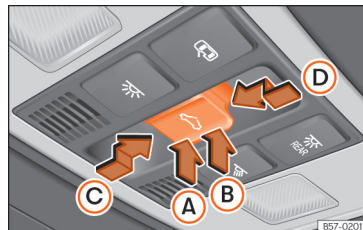

Fig. 63 No revestimento interior do teto: botão do teto de vidro.
O botão ⇄ Fig. 63 tem dois níveis. No primeiro nível pode colocar-se o teto na posição defletora, abrir ou fechar total ou parcialmente.
- Antes que decorram aproximadamente 5 segundos desde a ativação da função antientalamento, pressione o botão  » » » Fig. 63 até ao segundo nível no sentido da seta  até que o teto se feche completamente.